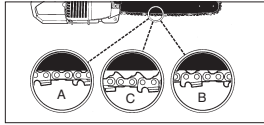

Abb. 6
**VORSICHT:** Wenn die Sägekette ZU LOCKER oder ZU STRAFF ist, nutzen sich die Zähne, die Schiene, die Kette und das Kurbelwellenlager schneller ab. Abb. 6 informiert über die richtige Spannung A (kalter Zustand) und Spannung B (warmer Zustand), und dient als Anleitung für weitere Einstellungen der Sägekette (C).